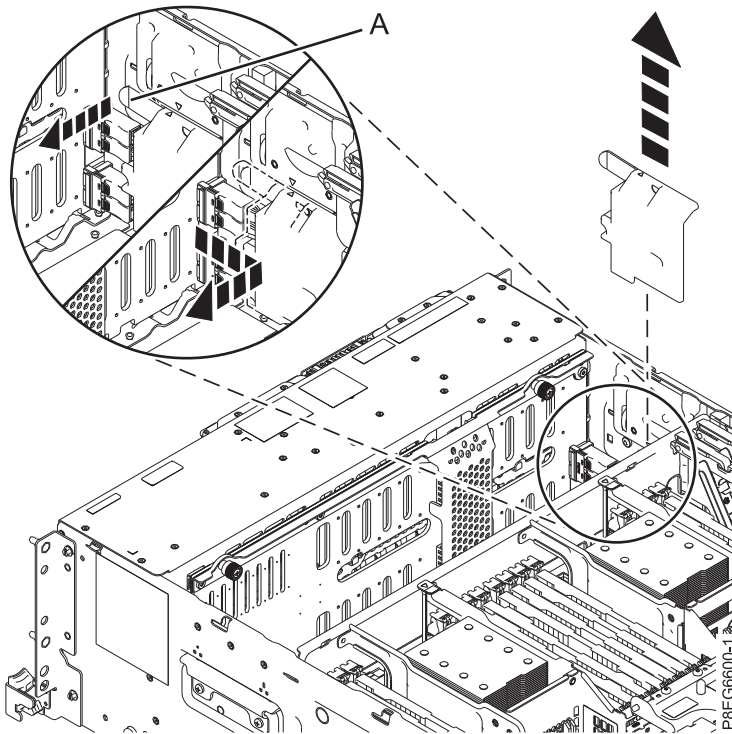

図 1. SAS ケーブル・カバーの取り外し
3. 前面 SAS ケーブルからカバーを取り外します。図 1 に示すように、ハンドル (A) をつまんでシステムの側面から引き離してから、カバーを後方にスライドさせて取り外します。